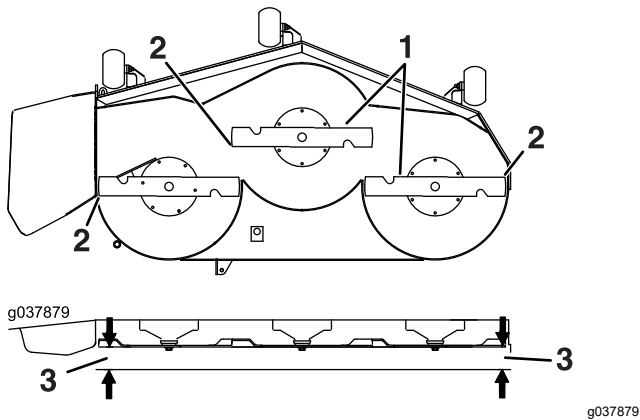

Figura 73
6. Mida entre la punta de la cuchilla y la superficie plana (Figura 73). Si ambas mediciones no están dentro de los 5 mm (3/16"), ajuste la nivelación; siga con este procedimiento.
- Gire cuidadosamente las cuchillas colocándolas perpendicularmente al sentido de avance de la máquina (Figura 73).